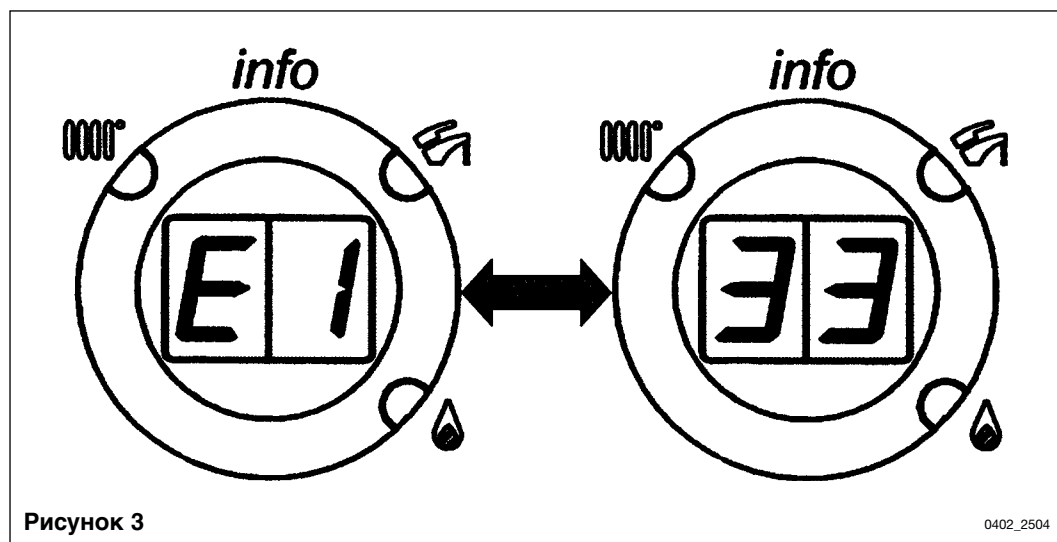

Рисунок 3
**Примечание:** если код неисправности состоит из более, чем 2 символов (например, E133), на дисплей выводятся два первых символа “E1”, а затем - два последующих символа “33” - см. Рис. 3.